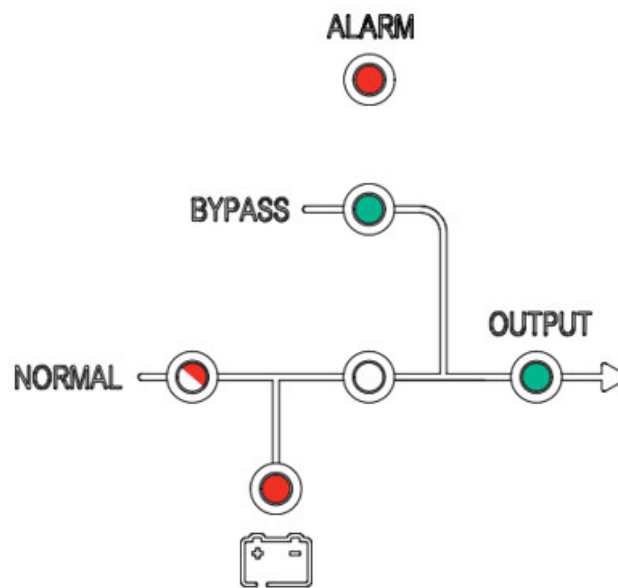

Рисунок 12-1. Запуск ИБП нормальном режиме. Этап 3
3. Установите переключатель выхода UOB в положение ВКЛ (замкнут). Подождите примерно 20 секунд, чтобы светодиоды байпаса и выхода загорелись зеленым светом. ИБП запустится в режиме статического байпаса (Рисунок 12-1).